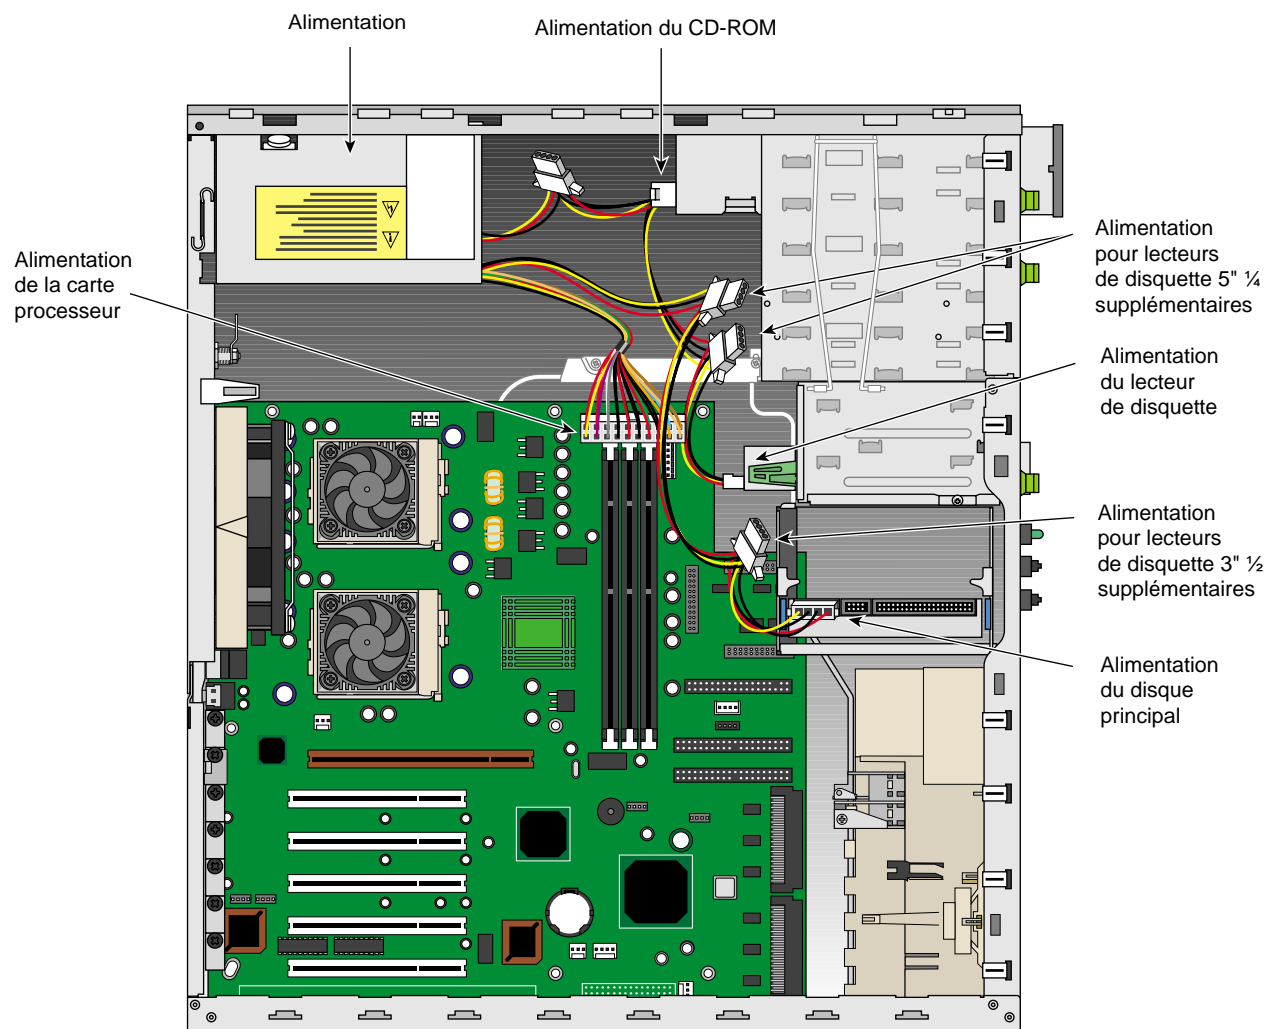

Figure 2-11 Branchement des câbles de l'alimentation
3. Débrancher tous les câbles d'alimentation de la carte mère et de tous les lecteurs de disquette 3 pouces $\frac{1}{2}$ et 5 pouces $\frac{1}{4}$. La Figure 2-11 page 31 montre la position des connexions.
12. Brancher les câbles d'alimentation à la carte mère, au(x) disque(s) dur(s), aux lecteurs de CD-ROM et de disquette. La Figure 2-11 montre la position des connexions des câbles d'alimentation.